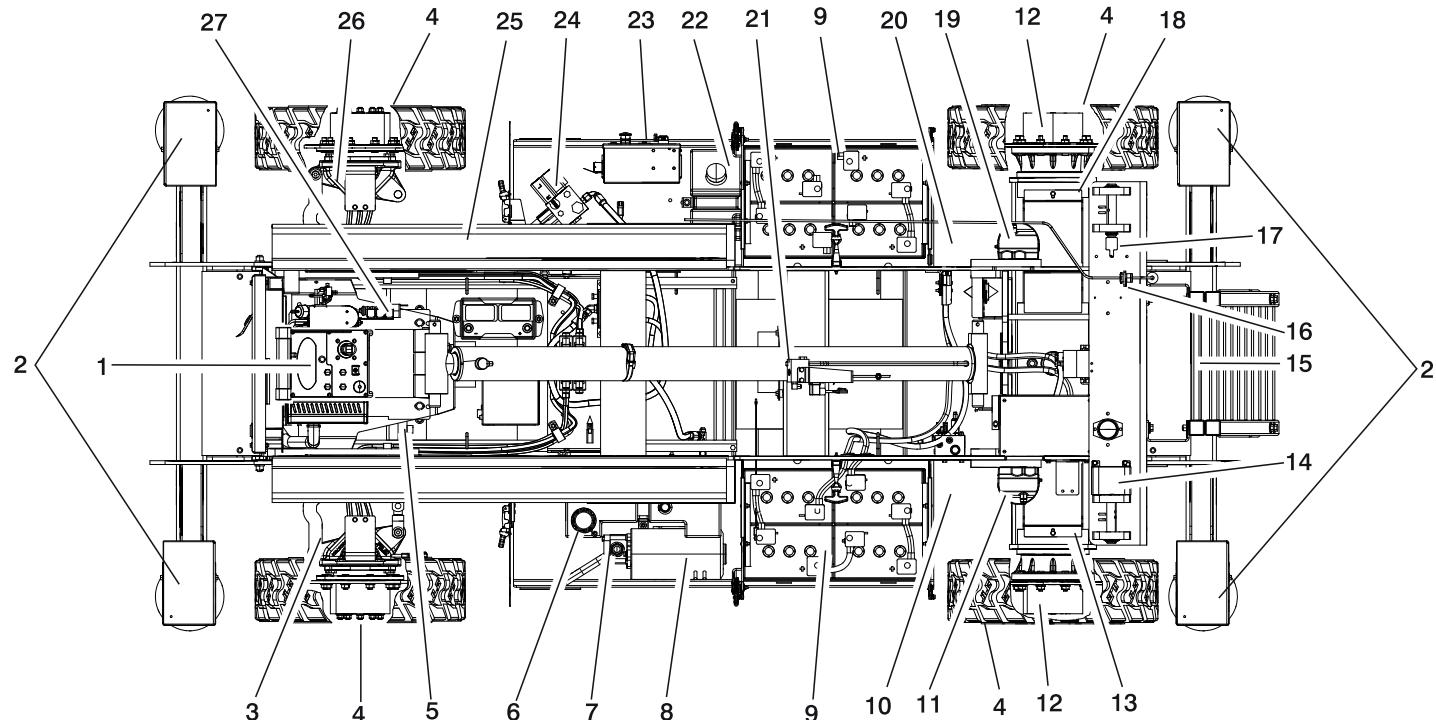

Figure 2-1. Ronde d'inspection (fiche 1 de 3)
- 5. Ronde d'inspection** — Voir la Figure 2-1., Ronde d'inspection (fiche 1 de 3).